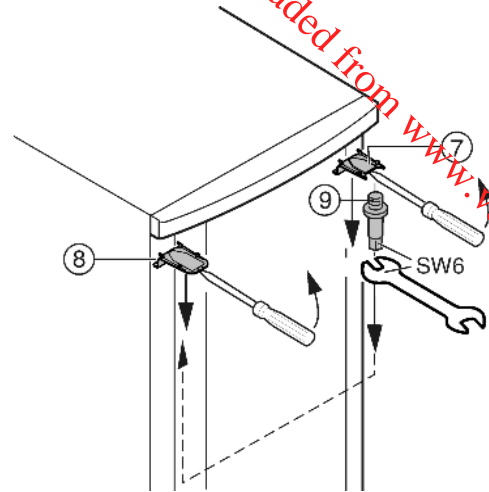

Fig. 6
- Aan de bovenkant afdekking Fig. 6 (7) en afdekking Fig. 6 (8) met een schroevendraaier losklikken en schuin naar beneden verwijderen.
- Lagerbout Fig. 6 (9) uitdraaien en aan de andere kant goed (min. 4 Nm) vastschroeven.
- Afdekking Fig. 6 (7) aan de kant van de lagerbout weer aanbrengen: achteraan inzetten, vooraan vastklikken.
- Afdekking Fig. 6 (8) op de tegenoverliggende kant monteren: achteraan inzetten, vooraan vastklikken.
- Deur boven in de lagerbout Fig. 6 (9) hangen.